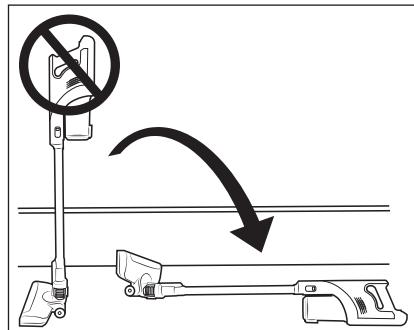

Abb. 9
- Die Saugöffnungen des Gerätes und der Bodenbürste ⑯ und das Saugrohr ⑭ müssen jederzeit frei sein und dürfen nicht verstopt werden. Verstopfungen führen zu Überhit-zung und Beschädigung des Motors.
- Achten Sie darauf, dass der EPA-Filter ⑤ immer eingesetzt ist, bevor Sie das Gerät verwenden.
- Versuchen Sie nicht den Staubsauger aufrecht hinzustellen, wenn Sie ihn zwischenzeitlich abstellen oder aus der Hand legen wollen. Setzen Sie den Staubsauger dafür in die Wandhalterung ⑯ oder legen Sie ihn auf den Boden (siehe Abb. 9 und 10). Der Staubsauger kann ansonsten aufgrund seines hohen Schwerpunkts umkippen und beschädigt werden und unter Umständen beim Umkippen weitere Gegenstände beschädigen.